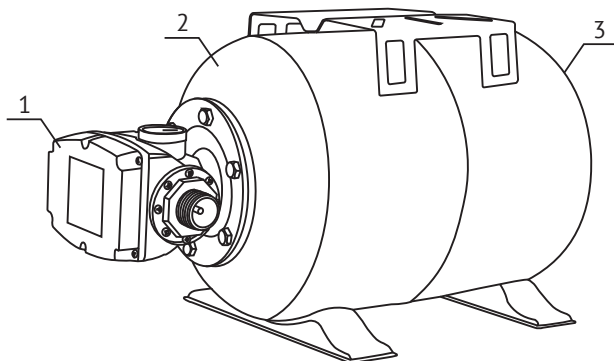

рис. 1
Комплект автоматики ТУРБИПРЕСС (рис. 1) состоит из блока управления (1) и гидроаккумулятора емкостью 24л (2). На корпусе гидроаккумулятора расположен ниппель для регулирования давления воздуха – (3).